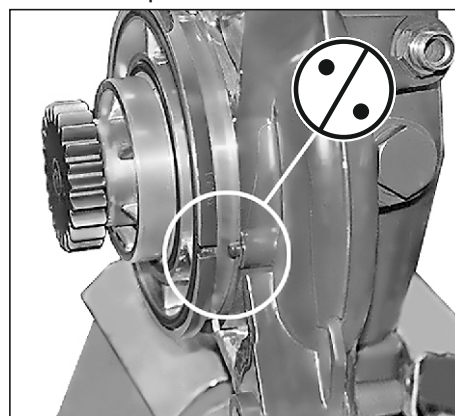

Рис. 81. Установка крыльчатки насоса водяного.
2. Установить комплект деталей (8-11): корпус подшипника с осью, крыльчаткой и шестерней насоса водяного в сборе, соблюдая направление (см. Рис. 81).
3. Установить термостат в корпус насоса (5).